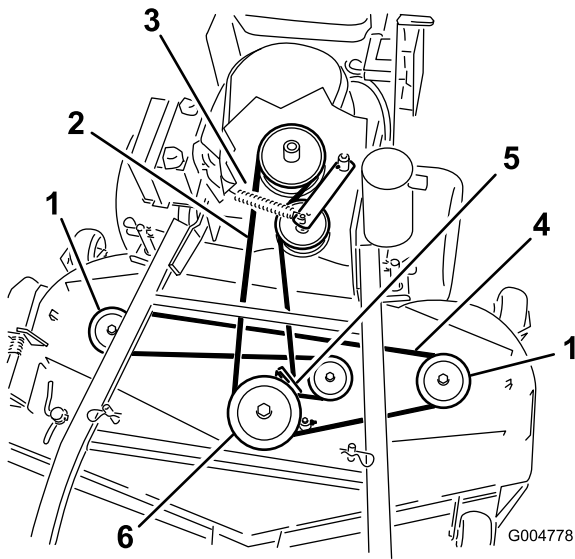
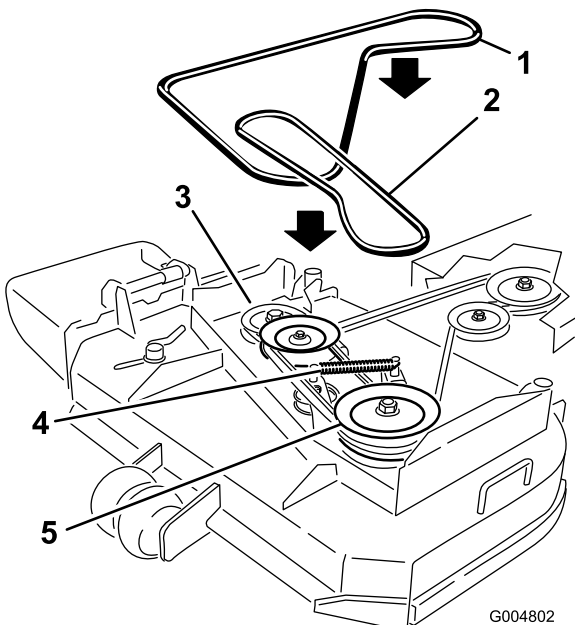

Figure 45
Figure 46
6. Débranchez le ressort du bras de la poulie de tension pour réduire la tension sur le bras et la poulie de tension, puis enlevez la courroie usagée (Figure 45 ou Figure 46).
7. Placez une courroie neuve autour des deux poulies d'axe extérieures, de la poulie de tension et dans la gorge inférieure de la poulie d'axe double (Figure 45 ou Figure 46).
8. Raccrochez le ressort du bras de tension (Figure 45 ou Figure 46).
10. Réglez l'écartement entre le guide et la courroie à 3 mm (1/8") (Figure 45 ou Figure 46).